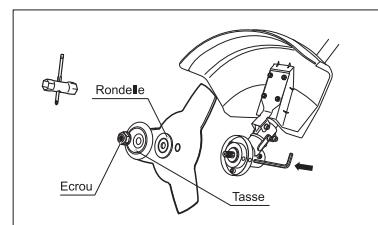

fig. 7
1. Réunissez une perforation dans la rondelle avec celle de la boîte du réducteur (fig. 7). Insérez une tige métallique d'arrêt dans une perforation de la boîte du réducteur et dans celle de la rondelle.
6. En retenant une tige d'arrêt avec une main, serrez bien l'écrou avec une clé à pipe (fait partie de la fourniture), en le tournant dans le sens inverse des aiguilles d'une montre (fig. 7).